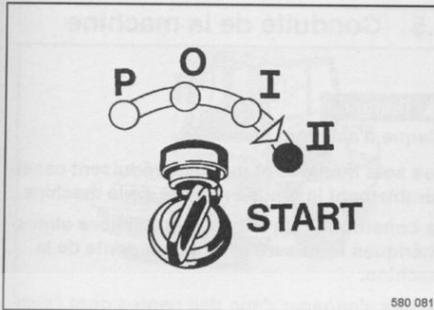

fig. 41
- Tourner la clé de contact sur position "II" (fig. 41) ; le démarreur vire le moteur.